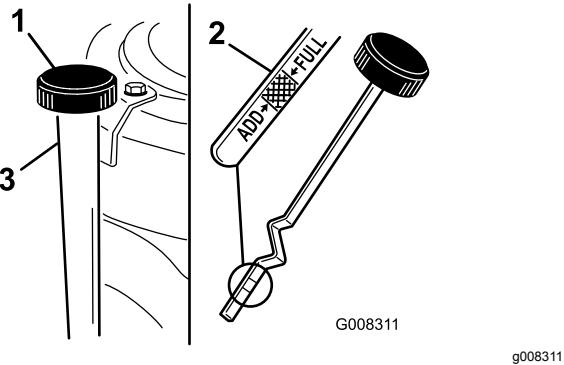

Figura 25
7. Pulite attorno all'asta di livello (Figura 25) in modo che la morschia non possa penetrare nel foro di rifornimento e danneggiare il motore.
8. Svitate l'asta di livello dell'olio e pulite l'estremità metallica (Figura 25).
9. Infilate a fondo l'asta di livello nel bocchettone di rifornimento (Figura 25).
11. Pulite la zona circostante l'asta di livello e svitate il tappo (Figura 25).
12. Versate lentamente nel tubo di rifornimento (Figura 25) l'80% circa dell'olio motore. Vedere Cambio dell'olio motore \(pagina 23\).